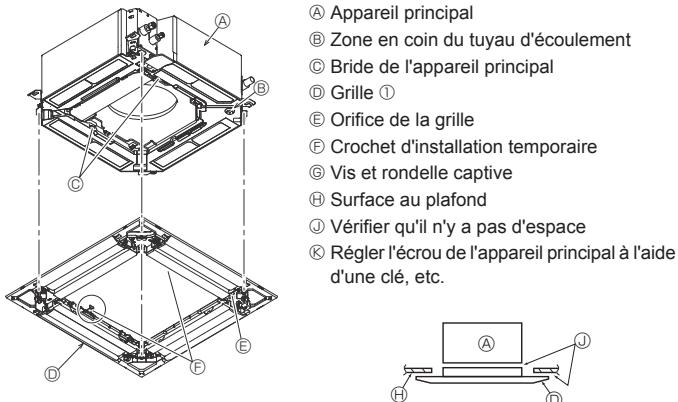

Fig. 9-6
### 9.4.2. Mise en place provisoire de la grille (Fig. 9-6)
- Fixez la grille sur l'appareil principal en serrant les vis mises en place au préalable. (Fig. 9-6)
- Après avoir serré la vis, vérifiez que les deux crochets de la grille (Fig. 9-6) sont en prise avec les crochets de l'appareil principal.